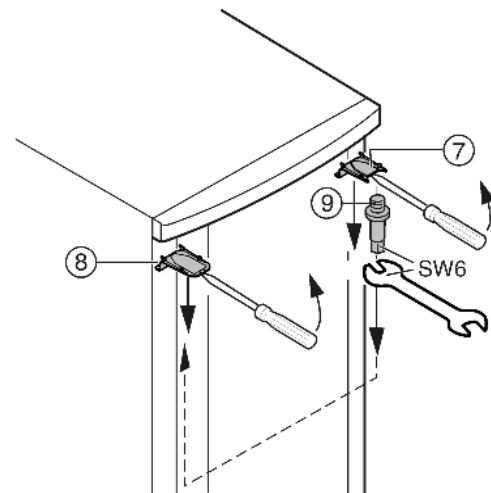

Fig. 8
- ▶ Aan de bovenkant afdekking Fig. 8 (7) en afdekking Fig. 8 (8) met een schroevendraaier losklikken en schuin naar beneden verwijderen.
- ▶ Lagerbout Fig. 8 (9) uitdraaien en aan de andere kant **goed (min. 4 Nm)** vastschroeven.
- ▶ Afdekking Fig. 8 (7) aan de kant van de lagerbout weer aanbrengen: achteraan inzetten, vooraan vastklikken.
- ▶ Afdekking Fig. 8 (8) op de tegenoverliggende kant monteren: achteraan inzetten, vooraan vastklikken.
- ▶ Deur boven in de lagerbout Fig. 8 (9) hangen.